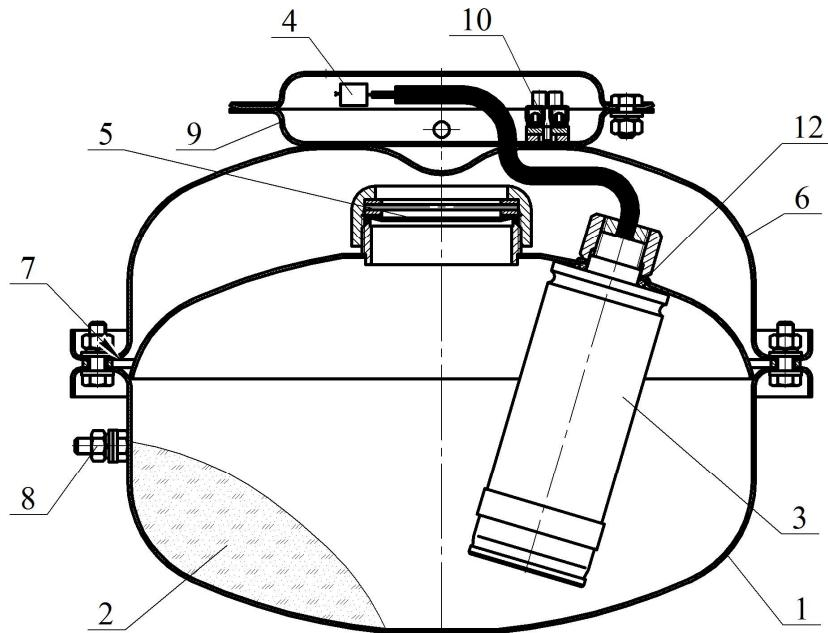
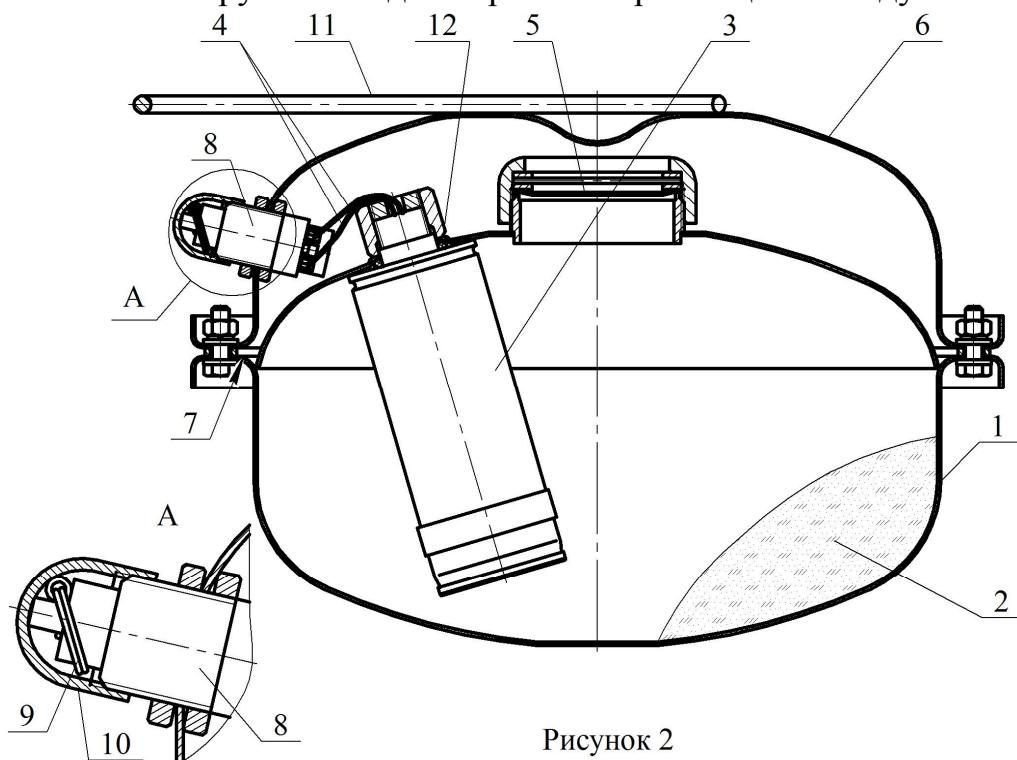
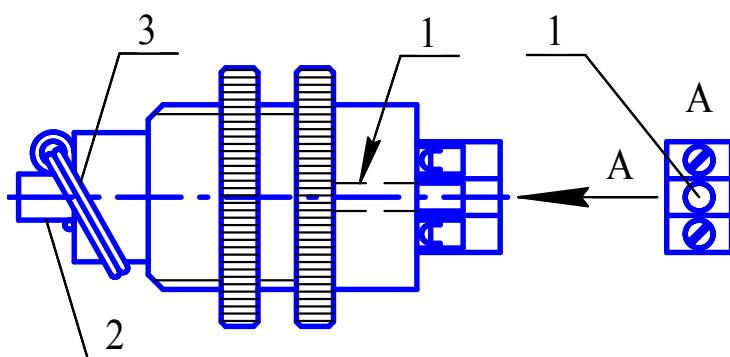

Рисунок 1
Рисунок 2
Рисунок 5
4.1.1 МПП (см. рисунок 1) состоит из корпуса **1**, в котором размещаются огнетушащий порошок (далее по тексту - ОП) **2** и источник холодного газа (далее по тексту - ИХГ) **3** с элементом электропусковым **4**. Сопловое отверстие для выхода ОП из корпуса перекрыто мембраной **5**. Со стороны соплового отверстия корпус **1** соединен с отражателем **6**. Насадок - распылитель **7** для выхода ОП представляет щелевой зазор между корпусом **1** и отражателем **6**. Модуль имеет заземляющий зажим **8**. На отражателе установлен фланец **9**, в котором для соединения выводов элемента электропускового с вводной цепью пускового устройства расположен зажим контактный-винтовой **10**. МПП снабжён кронштейном **11** для крепления к потолочному перекрытию, стене или полу.
4.2.1 МПП (см. рисунок 2) состоит из корпуса 1, в котором размещаются ОП 2 и ИХГ 3 с элементом электропусковым 4. Сопловое отверстие для выхода ОП из корпуса перекрыто мембраной 5. Со стороны соплового отверстия корпус 1 соединен с отражателем 6. Насадок - распылитель 7 для выхода ОП представляет щелевой зазор между корпусом 1 и отражателем 6. На отражателе установлено устройство ручное пусковое 8, которое имеет чеку 9 для запуска МПП и закрыто заглушкой 10. МПП снабжён ручкой 11 для переноса и размещения модуля в зоне пожара.
- хранение МПП без заглушки **10** (см. рисунок 2);
6.1.2 Закрепить кронштейн 11 (см. рисунок 1) на потолке, стене, полу или иной несущей поверхности. Координаты отверстий в кронштейне, предназначенному для крепления МПП, показаны на рисунке 3.
6.2.2 Взять МПП за ручку **11** (см. рисунок 2), свободной рукой с устройства пускового ручного **8** снять заглушку **9** и извлечь чеку **10**.
- ИХГ-5(М)-01 СИАВ 066614.025.000 ТУ для МПП(Н)-5-И-ГЭ-У2, ИХГ-5(М)-02 СИАВ 066614.025.000 ТУ для МПП(Н-Т)-5-И-ГЭ-У2, ИХГ-5(М)-06 СИАВ 066614.025.000 ТУ для МПП(Н-Т1)-5-И-ГЭ-У2 (поз. 3 рисунок 1) или ИХГ-5(М)-05 СИАВ 066614.025.000 ТУ (поз. 3 рисунок 2) для МПП(Н-Р)-5-И-ГЭ-У2 – 1 шт.;
7.4 Для восстановления устройства пускового ручного после срабатывания МПП необходимо через отверстие **1** (см. рисунок 5) в основании устройства поднять шток **2** и закрепить чекой **3**. Для подъема штока **2** необходимо использовать незаостренный стержень диаметром 1,5…2 мм. После восстановления верхнюю часть узла активации закрыть заглушкой **10** (см. рисунок 2).